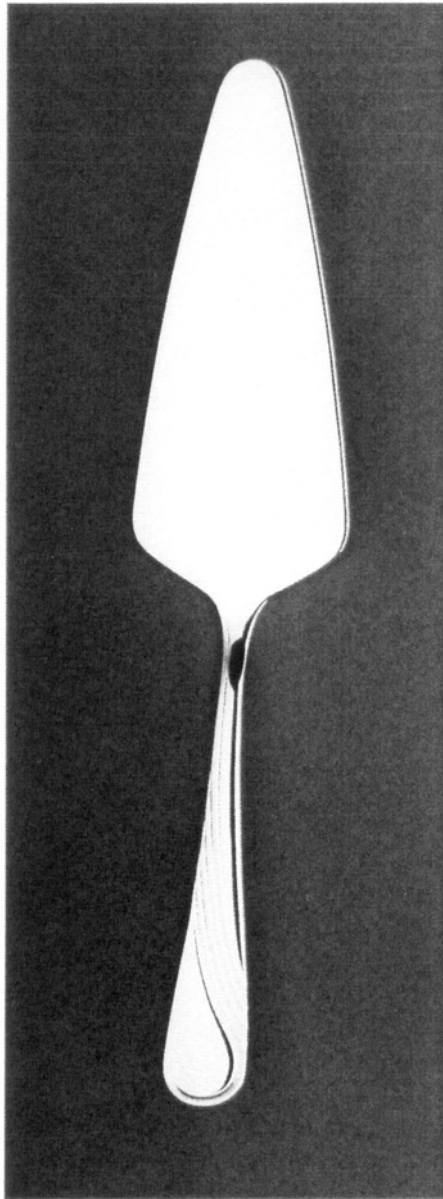

Fig. 1.2
- Fig. 1.2. przedstawia widok łopatki do ciasta